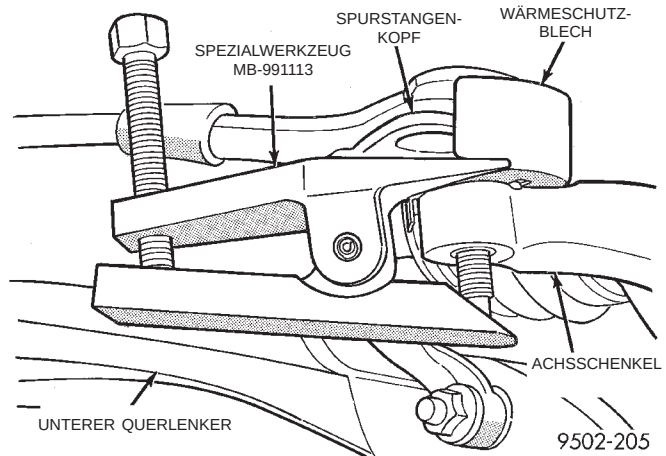

**Abb. 33 Spurstangenkopf aus dem Achsschenkel herausziehen**
(3) Gewindebolzen des Spurstangenkopfes mit Spezialwerkzeug MB-991113 aus dem Achsschenkel herausziehen (Abb. 33).